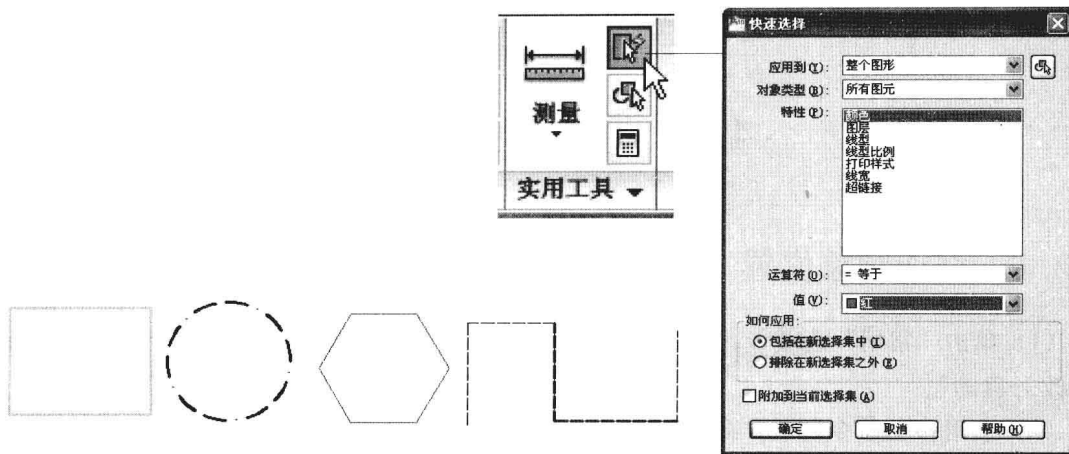

图 4-1-9
(1) 打开素材文件“4-1-7.dwg”，包括多种颜色、线型、线宽和图层的图形对象。
(2) 单击“常用”选项卡，单击“实用程序”面板，在展开的面板中单击“快速选择”按钮，如图4-1-9所示。